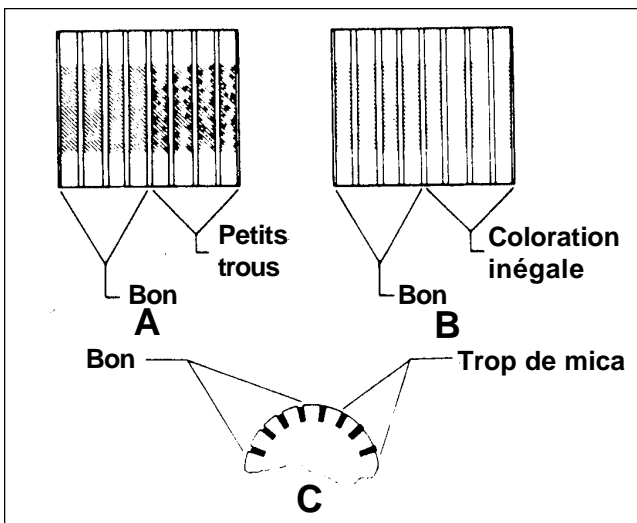

Figure 9
- 1.) Présence de petits trous à la surface du collecteur. Voir figure 9 A.
- 2.) Coloration inégale : il faut que la couleur du pourtour du collecteur soit uniformément brun foncé. Des zones propres et des zones très foncées indiquent qu'il y a un problème. Voir figure 9 B.
- 3.) Trop de mica : la hauteur de l'isolant en mica doit être inférieure à celle des lames du collecteur. Voir figure 9 C.